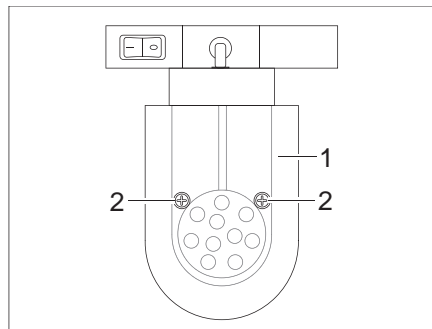

Bild 276 LED-Spotleuchte (verschiebbar)
- Befestigungsschrauben (Bild 276,2) lösen.
- Lampenglas (Bild 276,1) vorsichtig abnehmen.